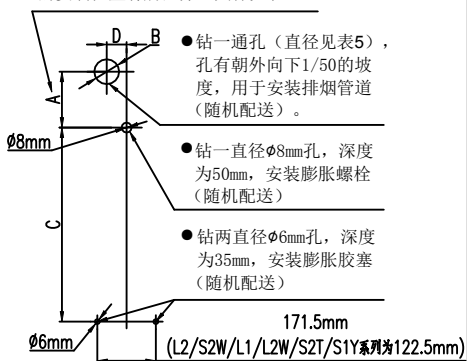

图9
- (1) 按图9的尺寸在墙上打孔, 并安装固定M6膨胀螺栓;